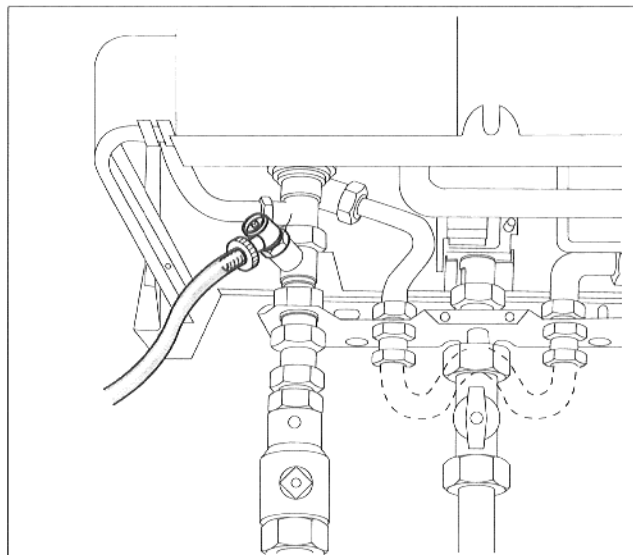

Abb. 8 Heizungsanlage füllen
- Mit Wasser gefüllten Schlauch auf den Füll- und Entleerhahn aufstecken und mit Hilfe des Spezialschlüssels öffnen (Abb. 8). Der Spezialschlüssel ist hinter der Abdeckung des Bedienfeldes befestigt.